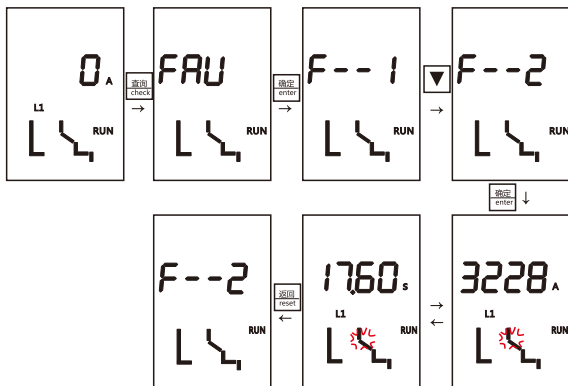
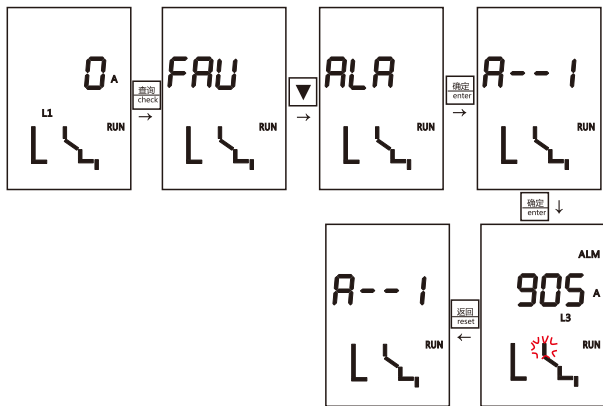
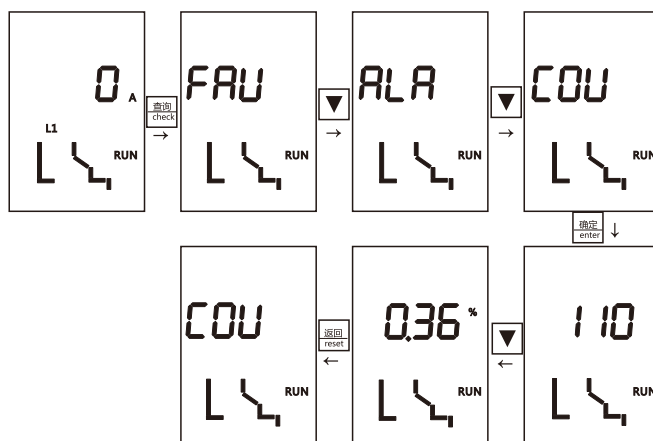

图66 查询第2次故障记录
图67 查询第1次报警记录
图68 查询断路器操作次数及寿命记录
③ 查询状态：缺省界面按“查询”按键，进入查询状态，在查询状态可查询近10次故障记录、近8次报警记录、断路器操作次数、寿命记录、热容信息。示例见图66、图67、图68、图69